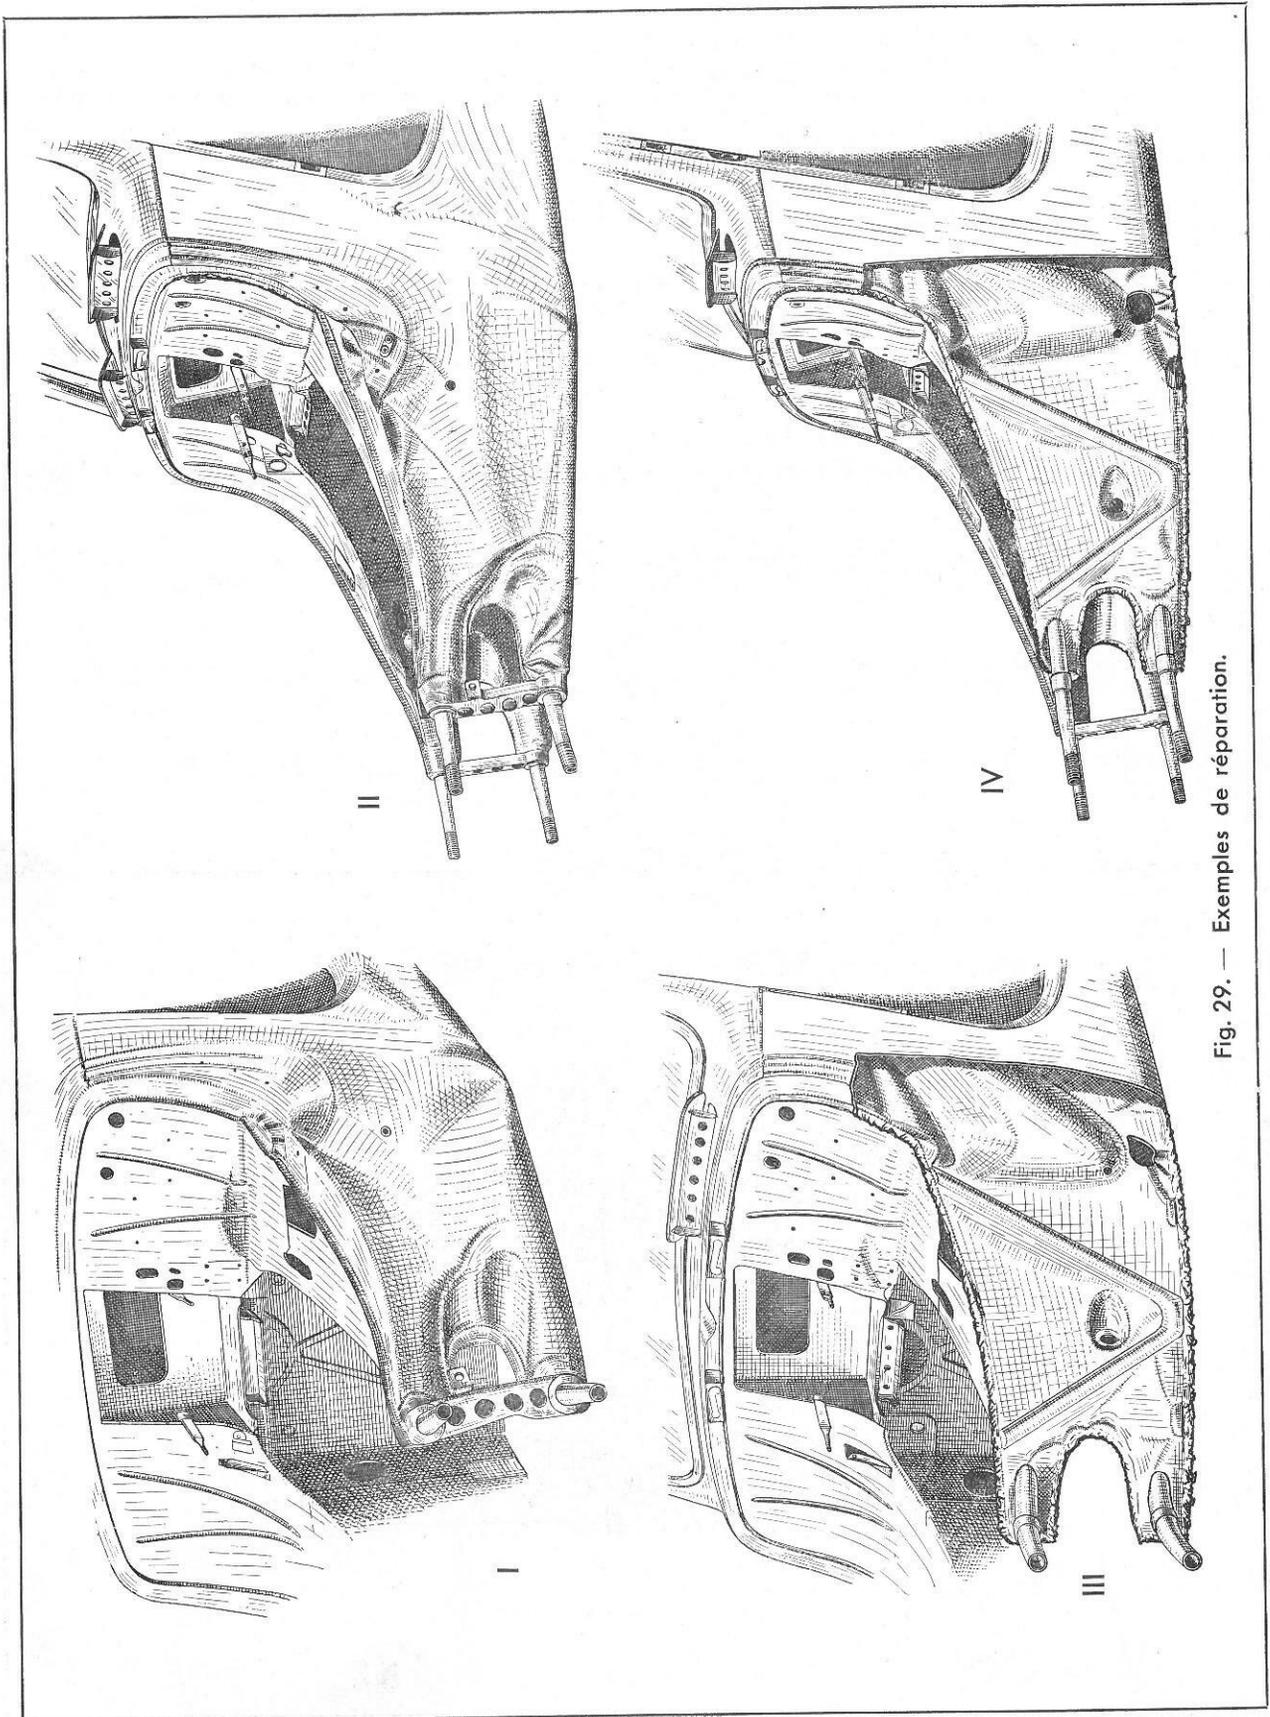

Fig. 29. — Exemples de réparation.
Lorsque les panneaux de côté ou AR sont par trop détériorés il est nécessaire de procéder à leur remplacement (fig. 29 (I et II) et 31 (I)).
Découper à l'aide d'une petite scie circulaire ou alternative (fig. 30) l'élément de panneau à remplacer (fig. 29 (III et IV) et 31 (II)).